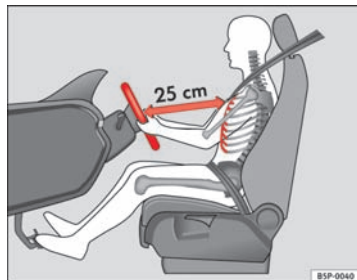
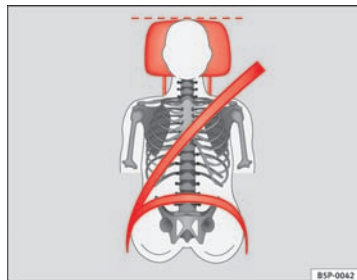

Fig. 28 Den rigtige afstand mellem fører og rat
Fig. 29 Korrekt placering af sikkerhedssele og indstilling af hovedstøtte
- Indstil sædet, så afstanden mellem rattet og din brystkasse er mindst 25 cm $\Rightarrow$ Fig. 28, og du med begge hænder og let bøjede arme kan tage fat om rattets sider på den yderste kant.
- Indstil sædet i længderetningen, så du kan træde pedalerne ned med let bøjede ben, og afstanden til instrumentpanelet i knæområdet er mindst 10 cm $\Rightarrow$ Fig. 28.
- Indstil hovedstøtten, så hovedstøttens øverste kant er på højde med den øverste del af hovedet – men ikke lavere end øjenhøjden. Baghovedet bør altid være så tæt på hovedstøtten som muligt ⇒ Fig. 28 og ⇒ Fig. 29.
Den rigtige afstand mellem føreren og rattet ⇒ Fig. 28 skal indstilles ved hjælp af betjeningselementerne på førersædet ⇒ Side 50.